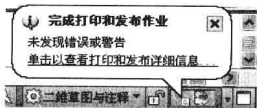

图 10-5-3
(5) 单击“发布”按钮，打开“指定 DWF 文件”对话框，选择发布的路径位置，输入发布名称，单击“选择”按钮，弹出“发布-保存图纸列表”提示对话框，这是由于在发布之前没有保存图形文件的缘故，单击“是”按钮。状态栏右下角显示一个动画图标，显示发布作业正在进行中。
(6) 当发布作业完成之后，就会在右下角显示完成信息，如图 10-5-3 所示。单击“打印信息”按钮，打开“打印和发布详细信息”对话框，显示打印的一些信息。